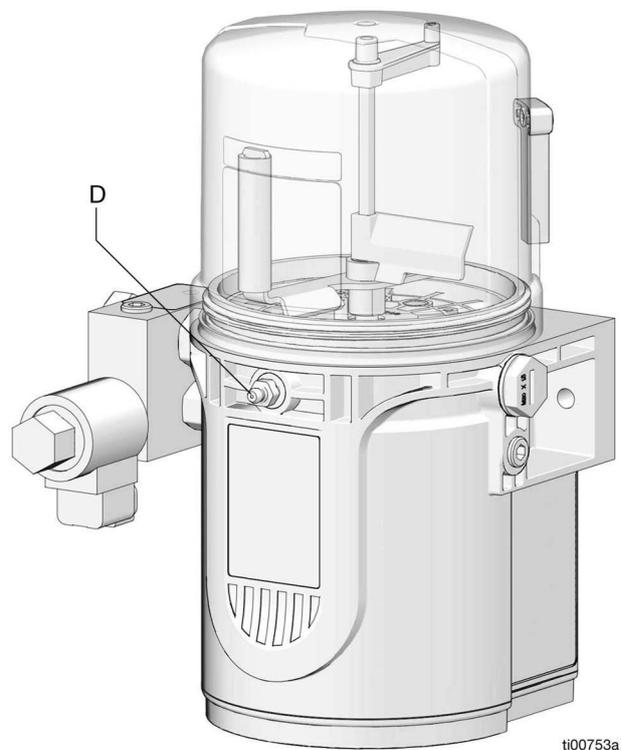

FIG. 8
- Sempre limpe o encaixe (D) com um pano limpo e seco antes de encher o reservatório. Sujeira e/ou detritos podem danificar a bomba e/ou o sistema de lubrificação.
1. Conecte a mangueira de enchimento ao encaixe de entrada Zerk (D) (FIG. 8)